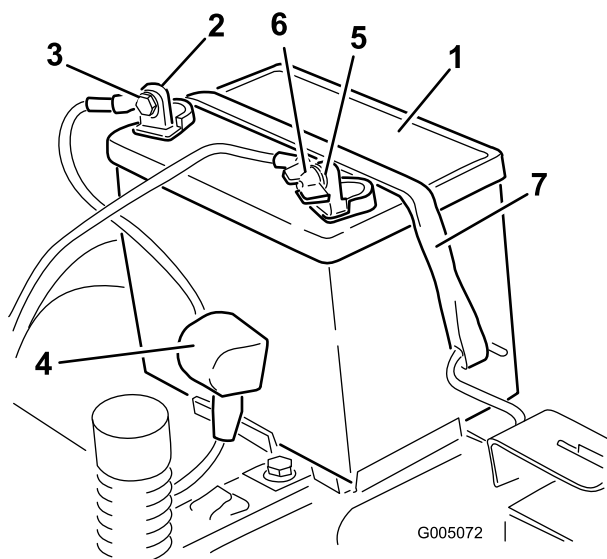

Figura 47
4. Desconecte el cable negativo de tierra (negro) del borne de la batería (Figura 47).
6. Desconecte el cable positivo (rojo) del borne de la batería (Figura 47).
7. Retire la correa de sujeción de la batería (Figura 47) y levante la batería para retirarla de su bandeja.
1. Coloque la batería en la bandeja (Figura 47).
5. Fije la batería con la correa de sujeción (Figura 47).